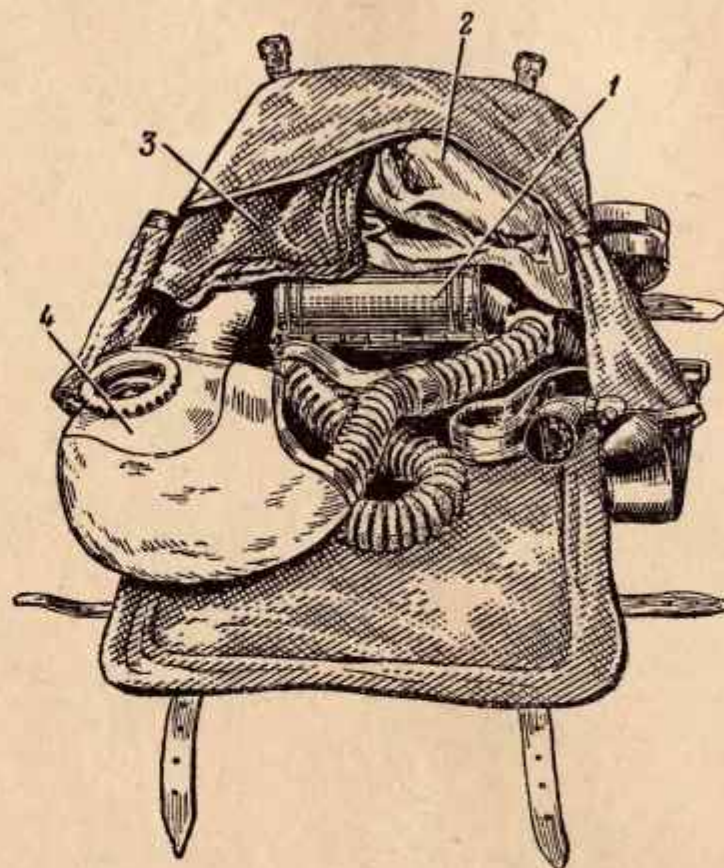

Рис. 15. Сумка с уложенным в нее аппаратом ИПСА:
14. Сумка (рис. 15) служит для переноски и хранения аппарата и его принадлежностей. Сумка изготовлена из про-